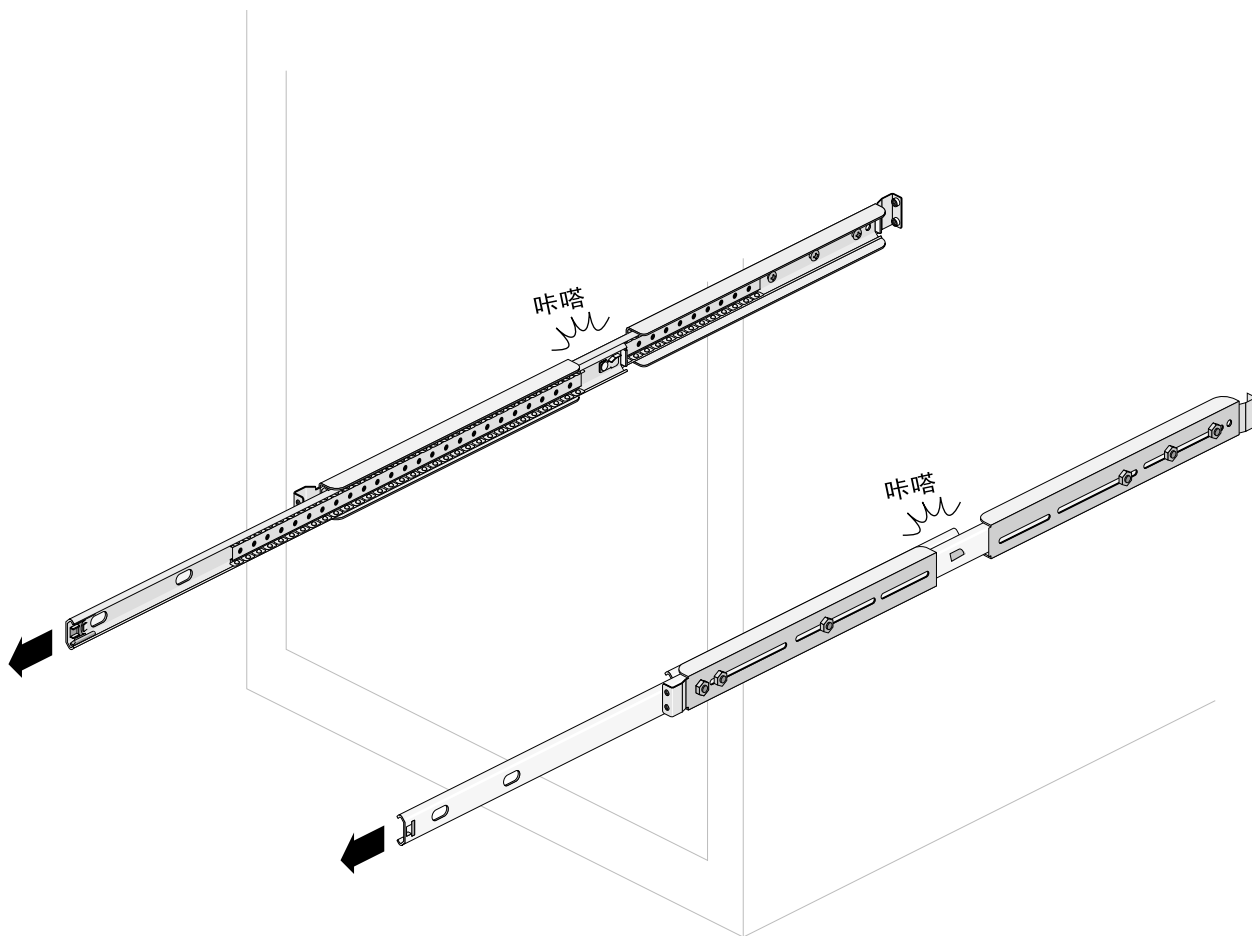

图2-9 拉伸机架滑槽
1. 将左右两根滑槽从机架中充分拉出（详细情形见图2-9）。拉展时会听到它们“咔嗒”一声锁定到位。